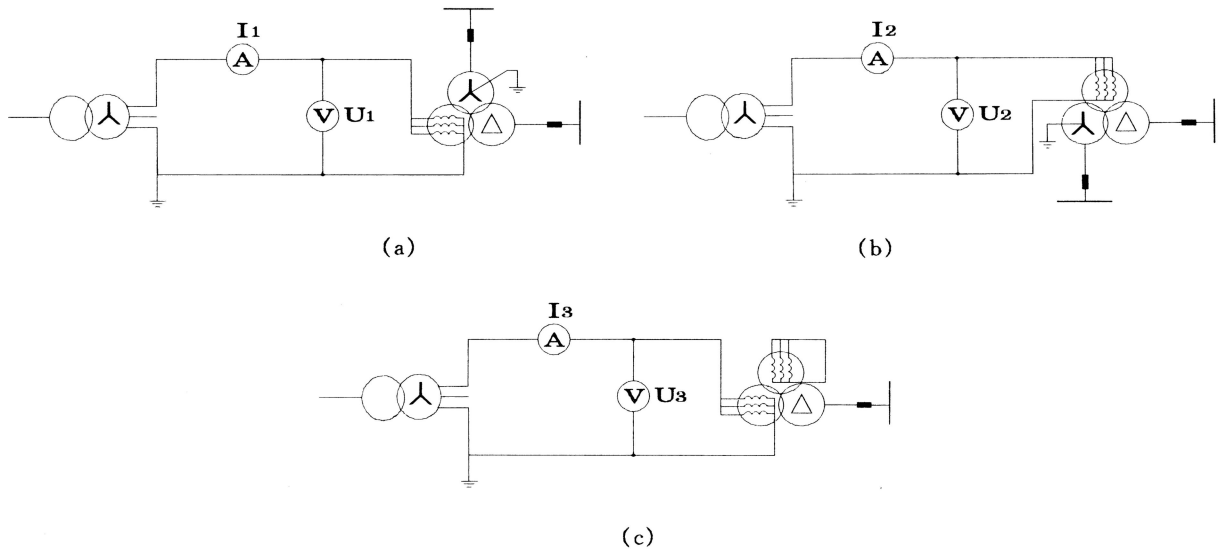
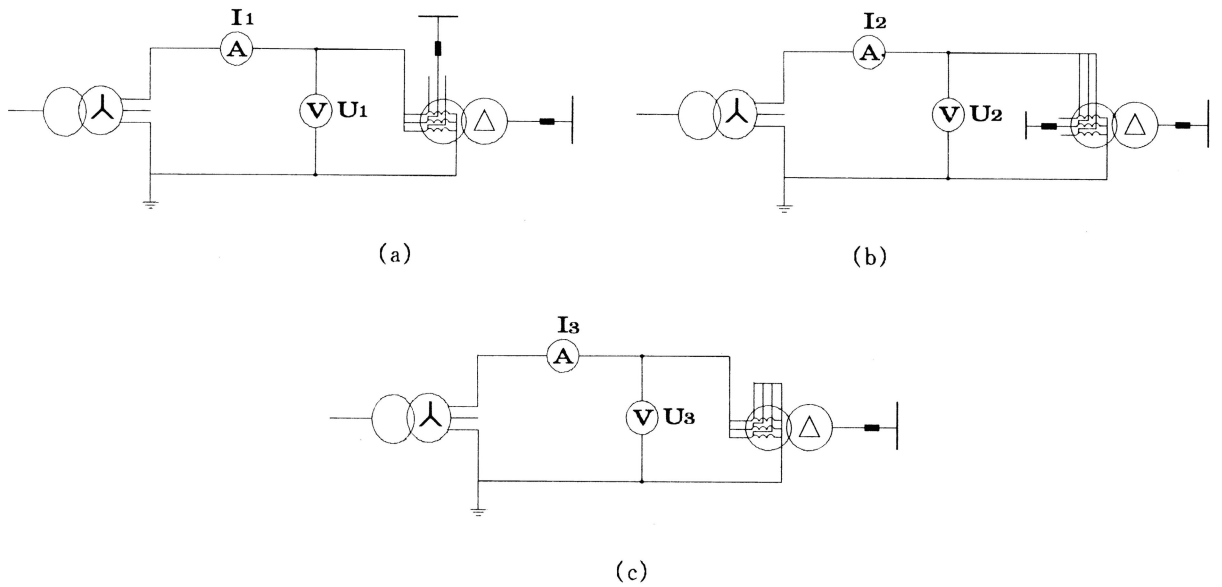

图 B12 $Y_0/Y_0/\Delta$ 接线变压器零序阻抗试验接线图
图 B13 Y_{0-0}/Δ 接线自耦变压器零序阻抗试验接线图
③ 试验电源电压应在 300 伏以上。
④ 测试结果估算： $X_0 = (0.7 - 0.9) X_1$ ，对于 $Y_0/Y/\Delta$ 、 $Y_0/\Delta/Y$ 接线变压器的 X_1 指 Y/Δ 之间的短路阻抗。 $Y_0/\Delta/\Delta$ 接线变压器的 X_1 指高压对低₁+低₂的短路阻抗。各阻抗应归算到同一基准才能比较。如 $X_0 > X_1$ 或 $X_0 < 0.6 X_1$ 应查找原因，重新测量。
⑤ 单相或三相五柱式变压器的 $X_0 = X_1$ ，可不测零序阻抗，但应特殊说明原因。
b. $Y_0/Y_0/\Delta$ 、 Y_{0-0}/Δ 接线高中压都直接接地的三相三绕组变压器和三相自耦变压器试验接线如图 B12、图 B13：